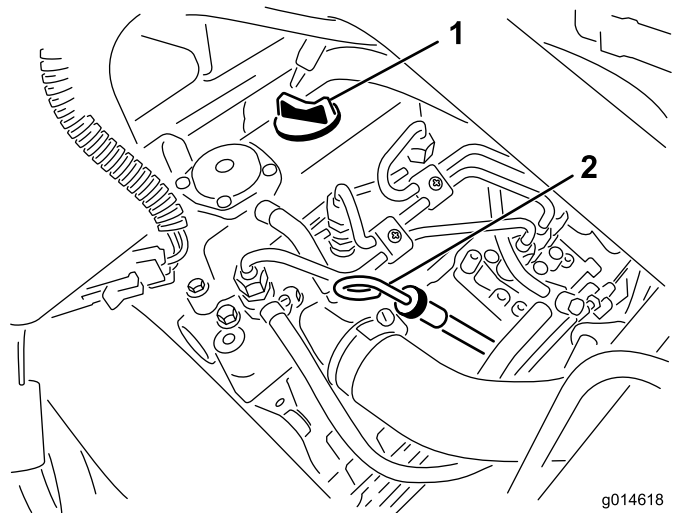

Figura 28
2. Retire la varilla y límpiela con un paño limpio (Figura 28).